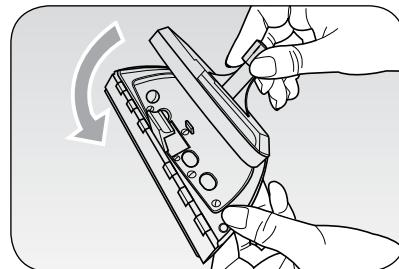

Fig. 6
Aan de stofborstel (11) kan de ruitenwisserborstel verbonden worden: voor het samenstellen van de twee accessoires steek de lipjes op de basis van de stofborstel in de haakjes op de basis van de ruitenwisserborstel te steken. Met de ruitenwisserborstel worden ramen, spiegels en glanzende oppervlaktes weer brillant schoon. ze kan ook eenvoudig gebruikt worden voor de glazen van de douchebox voor het verwijderen van alle kalkresten (Fig. 6).